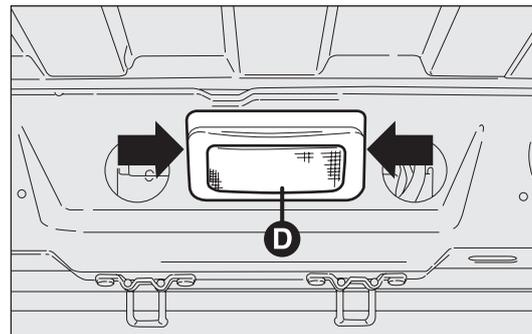
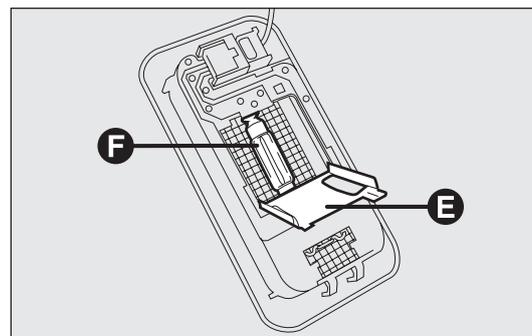

fig. 202
fig. 203
- agire nei punti indicati dalle frecce e rimuovere la plafoniera D-fig. 202;
- aprire lo sportellino di protezione E-fig. 203;
- sostituire la lampada F-fig. 203 svincolandola dai contatti laterali accertandosi che la nuova lampada risulti correttamente bloccata tra i contatti stessi;
- chiudere lo sportellino di protezione E-fig. 203 e reinserire la plafoniera D-fig. 202 nel proprio alloggiamento accertandosi dell'avvenuto bloccaggio.